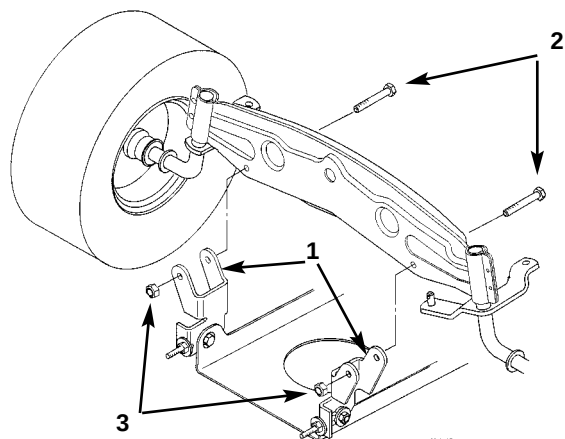

Fig. 40
9. Fjern boltene og låsemøtrikkerne. Træk derefter klippeenhedens to drejemonteringsbeslag ned fra forakslen (fig. 40).